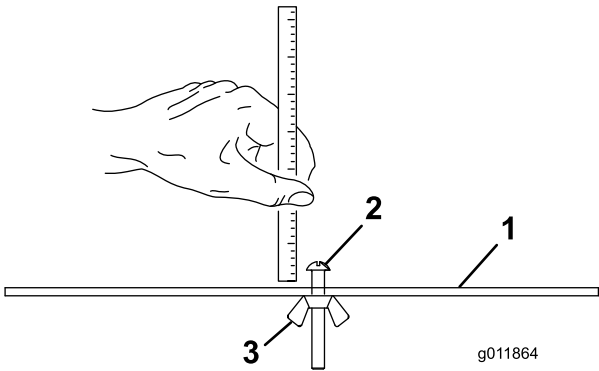

图18
2. 松开调刀尺上的螺母 图18并将调节螺丝设定为所需的剪草高度。